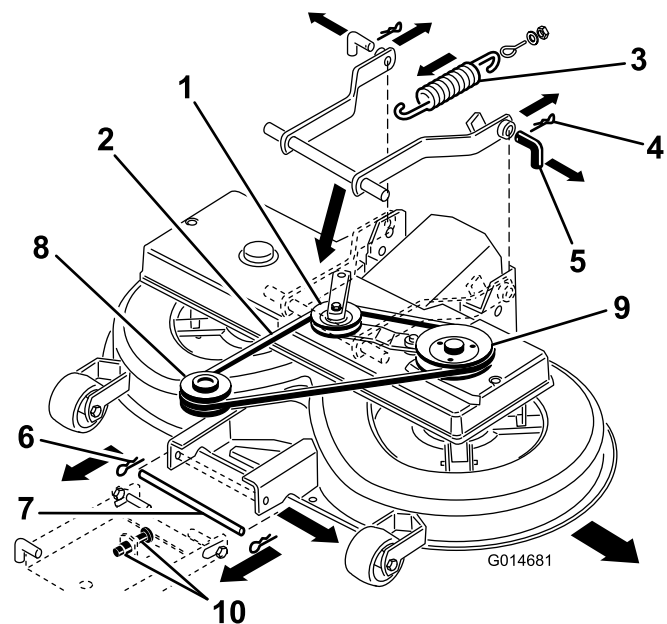

Figure 42
8. Tirez l'ensemble bras de tension vers l'intérieur et ôtez la courroie trapézoïdale de la poulie (Figure 42).
9. Décrochez le ressort du levier d'engagement (Figure 42).
11. Retirez les goupilles fendues des 2 goupilles arrière et enlevez ces dernières (Figure 42).
12. Retirez la goupille fendue de la goupille avant et enlevez cette dernière (Figure 42).
13. Enlevez la courroie trapézoïdale de la poulie du moteur (Figure 42).
7. Placez la goupille inférieure de la suspension de réglage avant dans la position inférieure des fentes, en réglant les 2 écrous (M12) sur la suspension avant (Figure 42).